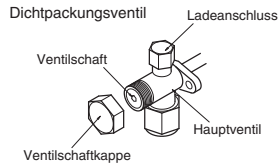

Abb. 7-8
- Wenn die Ventilschaftkappe für längere Zeit vom Dichtpackungsventil abgenommen bleibt, tritt Kühlmittel am Ventil aus. Deshalb die Ventilschaftkappe nicht abgenommen lassen. (Abb. 7-8)